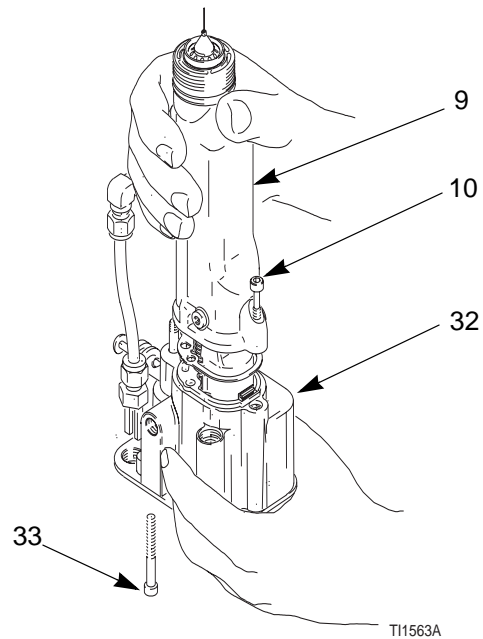

Fig. 28. Dépose du canon
2. Démontez le chapeau d'air, page 34. Démontez le capotage (2).
3. Desserrer avec précaution l'écrou du raccord produit (20). Sortir le tube (19) du raccord (23). S'assurer que les deux bagues (21, 22) et l'écrou restent sur le tube.
4. Retirer le contre-écrou (28) et la tige de commande (29). Voir page 38.
5. Desserrer les trois vis (10, 33). Voir Fig. 28.
6. Maintenir le corps du pistolet (32) d'une main et extraire le canon (9) du corps en le tenant dans l'axe. Voir Fig. 28.